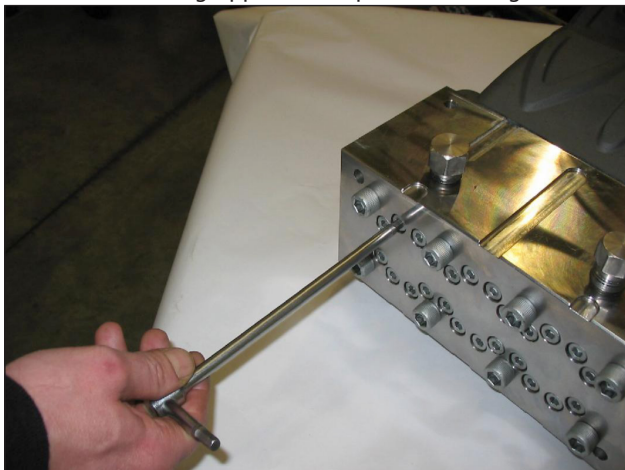

Fig. 16
- Allentare senza rimuovere le viti M8x100 fissaggio camicie alla testata, come indicato in Fig. 16, in modo tale da renderle libere.